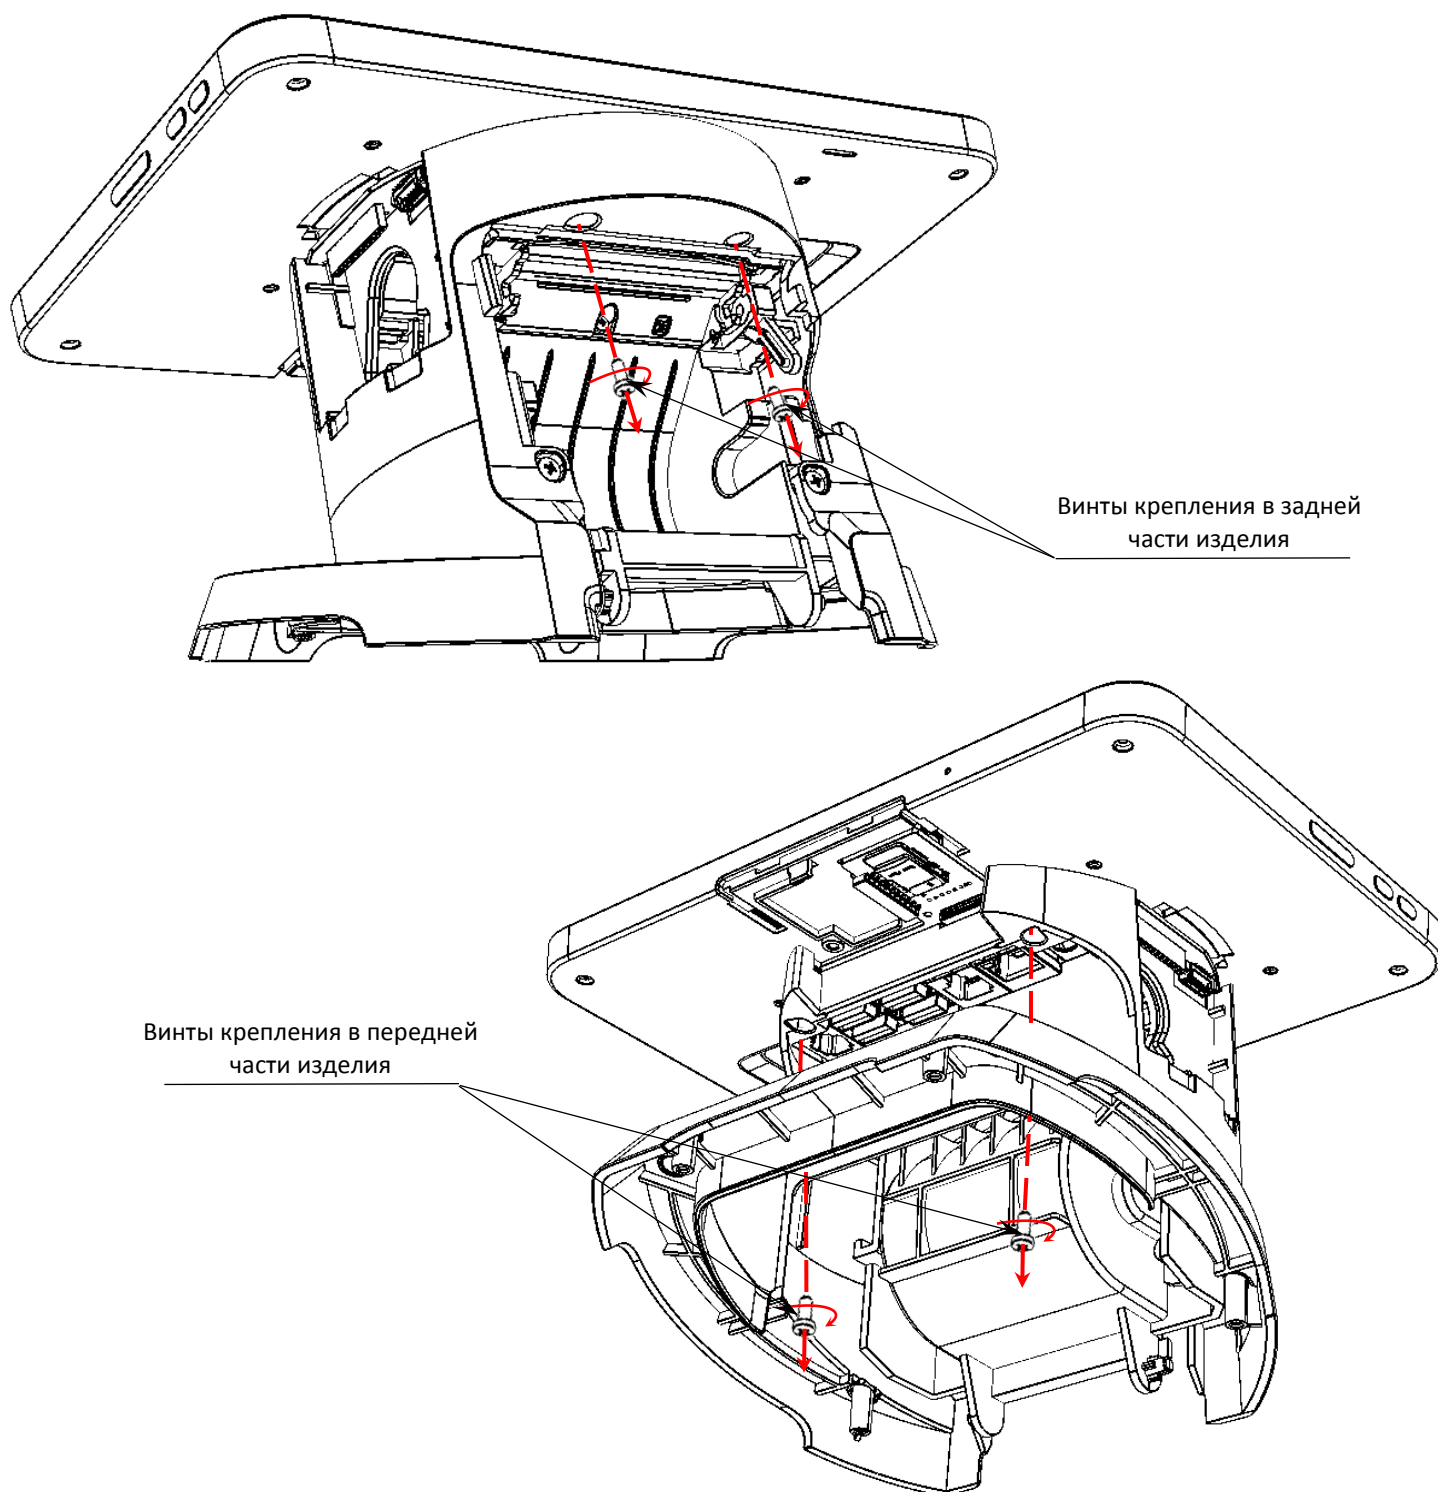
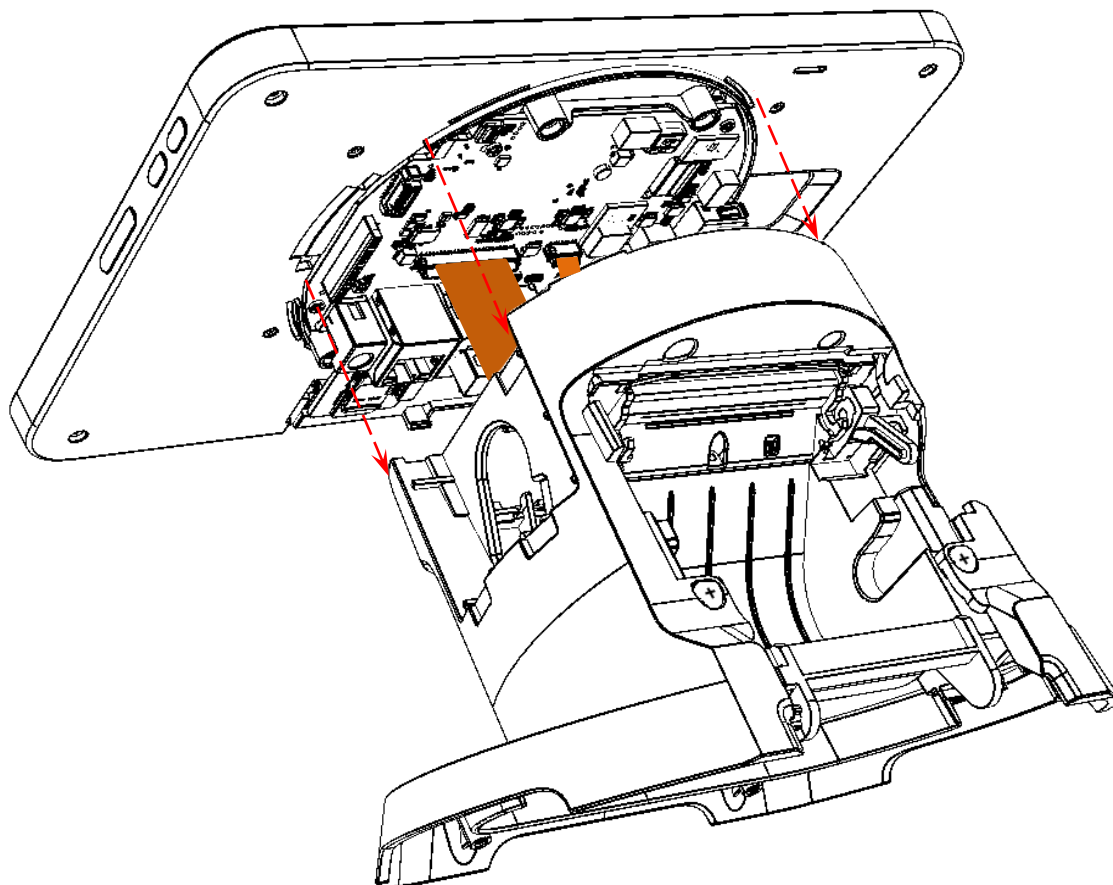

Рисунок 23. Винты крепления стойки к планшету в передней и задней части корпуса
Рисунок 24. Смещение сборки Стойка–Лоток–ТПМ на расстояние не более длины шлейфа ТПМ
- 6.1. Аккуратно расположить изделие на рабочей поверхности лотком для ЧЛ вниз (см. рисунок 23). С левой стороны между боковым фиксатором крышки и поверхностью лотка для ЧЛ, на которой расположен цилиндрический держатель, вставить плоский тонкий предмет, например, плоскую отвертку.
20. Совместить верхнюю часть сборки Стойка–Лоток–ТПМ с проемом в планшетной части (рисунок 24), затем зафиксировать четырьмя винтами (рисунок 23).